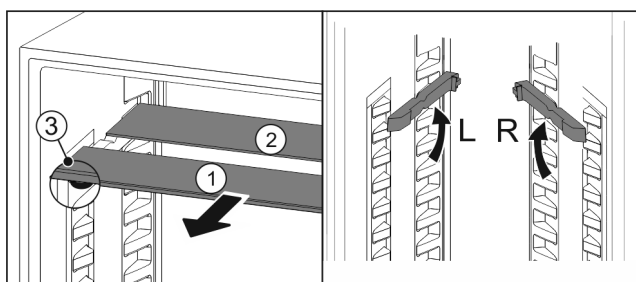

Fig. 86
- ▶ estrarre i ripiani di vetro singolarmente tirando in avanti Fig. 86 (1).
- ▷ Il piano in vetro Fig. 86 (1) con il motivo ornamentale è nella parte anteriore.
- ▷ I fermi Fig. 86 (3) sono rivolti verso il basso. Apparecchi dotati di vano congelatore:\*